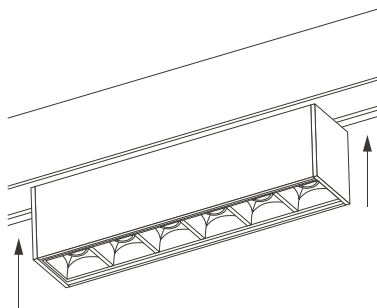

Рис. 2. Установка светильника
- 3.2. Установите светильник в необходимом месте шинопровода, как показано на рис. 2.